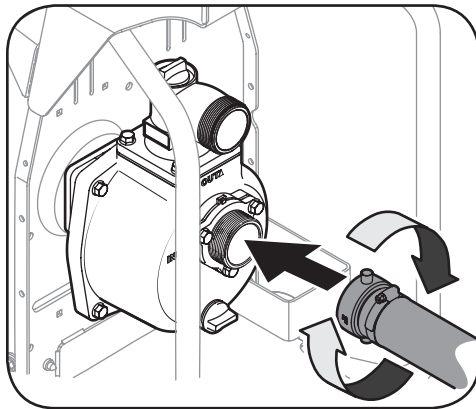

Figura 4-5
2. Conecte la manguera de aspiración al puerto de aspiración de la bomba. Vea la Figura 4-5.